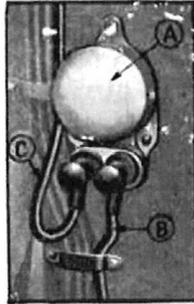

Fig. 364.
- 3—Débrancher le câble à remplacer de l'ampèremètre (a) (fig. 364) et du conjoncteur-disjoncteur).
- 8—Brancher le câble au conjoncteur-disjoncteur (c, fig. 364).